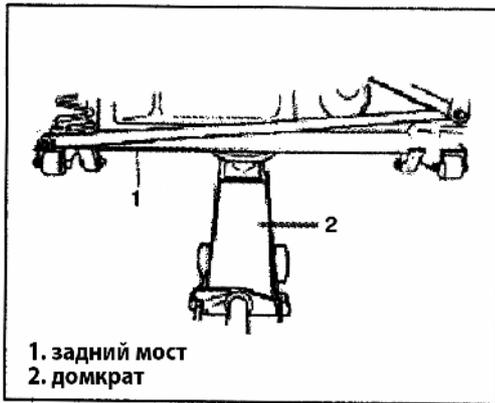

Рис. 571
- 2) Установите под задний мост домкрат (Рис. 571).